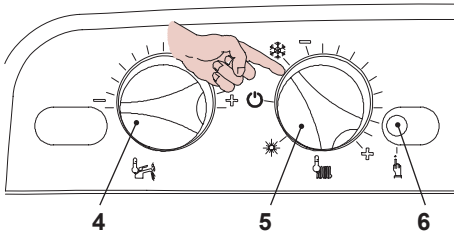

Fig. 5.9
- Prima di alimentare elettricamente la caldaia posizionare la manopola 5 come indicato in Fig. 5.9.
- Per settare il funzionamento della modalità Antilegionella, bisogna entrare in programmazione tenendo premuto per 15 secondi il pulsante di ripristino 6 in Fig. 5.9 sino alla comparsa del parametro **P01** sul display
- Premere il pulsante di ripristino 6 in Fig. 5.9 per lo scorrimento dei vari parametri sino al raggiungimento del parametro **P17** valido per il settaggio della funzione Antilegionella; sul display LCD compare la seguente visualizzazione (alla sequenza **P17** si alterna **01**).